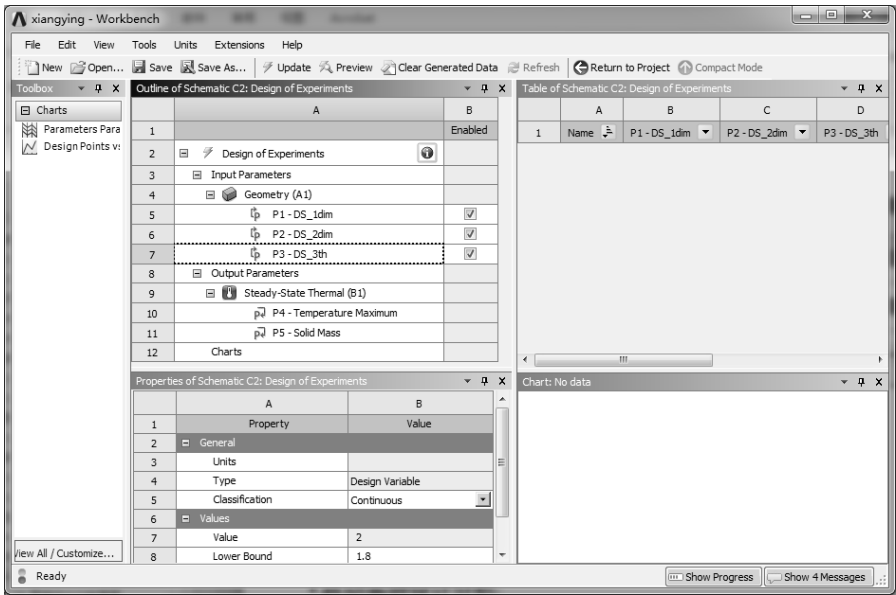

图 12-82 实验设计界面
2) 双击【Project Schematic (项目管理区)】中项目 C 的 C2 栏中的【Design of Experiments】项, 进入实验设计界面, 如图 12-82 所示。